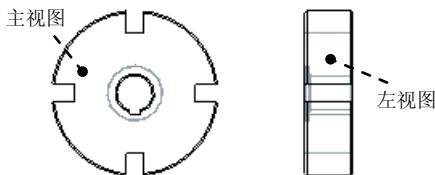

图 3.4.10 投影视图
Step2. 在系统 选择绘图视图的中心点. 的提示下，在图形区主视图的右方任意位置单击，系统自动创建左视图，如图 3.4.10 所示。如果在主视图的下方（或左方）任意选取一点，则会生成俯视图（或右视图）。